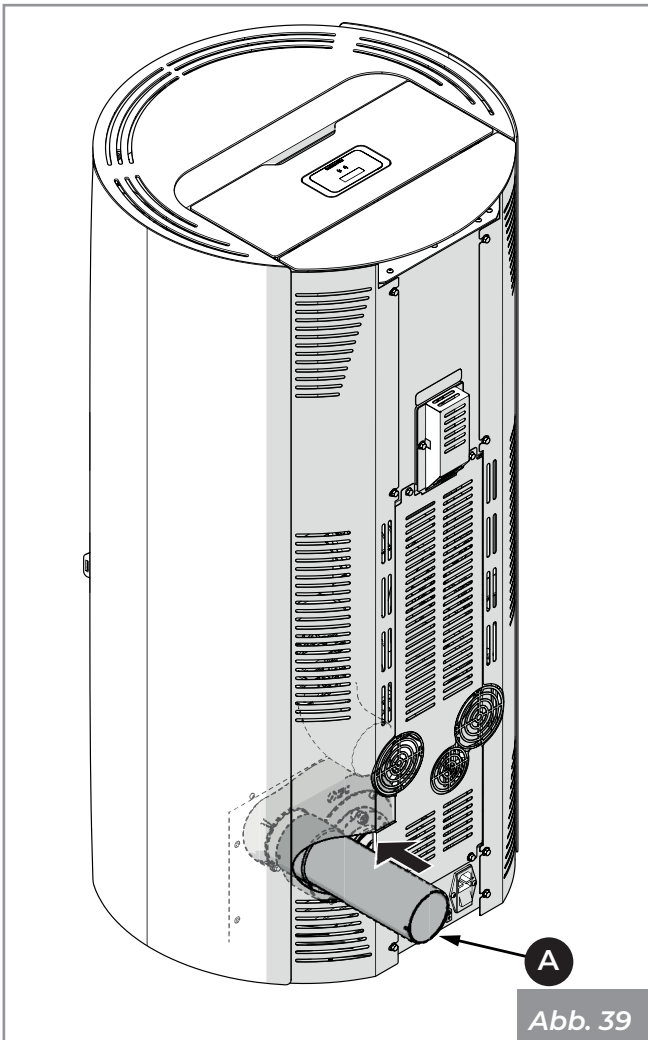

Abb. 39
- Schließen Sie das Rauchabzugsrohr **(A)** (Abb. 39).